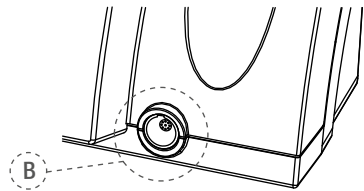

Fig. 3 Prise en métal
3. Insérez le connecteur du micromoteur dans la prise à neuf broches en métal (B - voir Fig. 3).